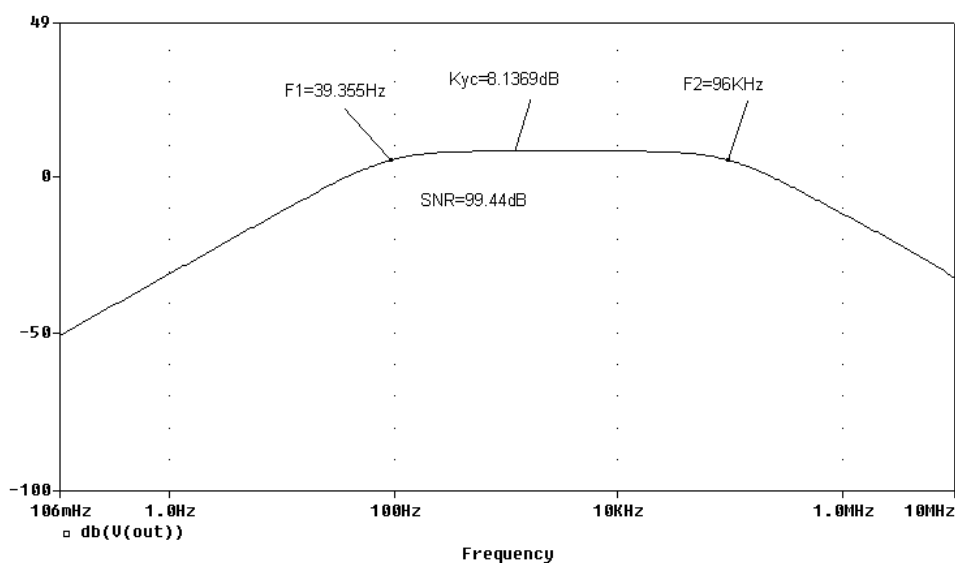

Рис. 5.2. Результаты расчета АЧХ.
2. В постпроцессоре PSpice для определения нижней и верхней границ полосы пропускания усилителя по его АЧХ (на уровне затухания 3дБ) необходимо командой **Trace/Evaluate Measurements** выбрать функцию измерений **Bandwidth\_Bandpass\_3dB(1)** и щелкнуть по имени переменной **V(OUT)**. Данная функция измерений вычисляет разность частот, находящихся на пересечении АЧХ с заданным уровнем 3дБ и отмечает эти пересечения точками P1 и P2 на графике (если командой **Tools/Options** включена опция **Display Evaluation**). Для выходного напряжения V(OUT) функция измерений примет вид **Bandwidth\_Bandpass\_3dB(V(OUT))**. В режиме курсора определите верхнюю границу полосы пропускания F2, а также Kус - коэффициент усиления в децибелах в полосе пропускания (на плоской части АЧХ). Отредактируйте метки P1 и P2 на графике: вместо P1 – сохраненное в таблице 5.3 значение F1, а вместо P2 – найденное значение F2 (см. Рис. 5.2).
4. Сохраните в заготовке отчета график АЧХ усилителя со всеми нанесенными метками (см. Рис. 5.2).
5. График АЧХ (Рис. 5.2).